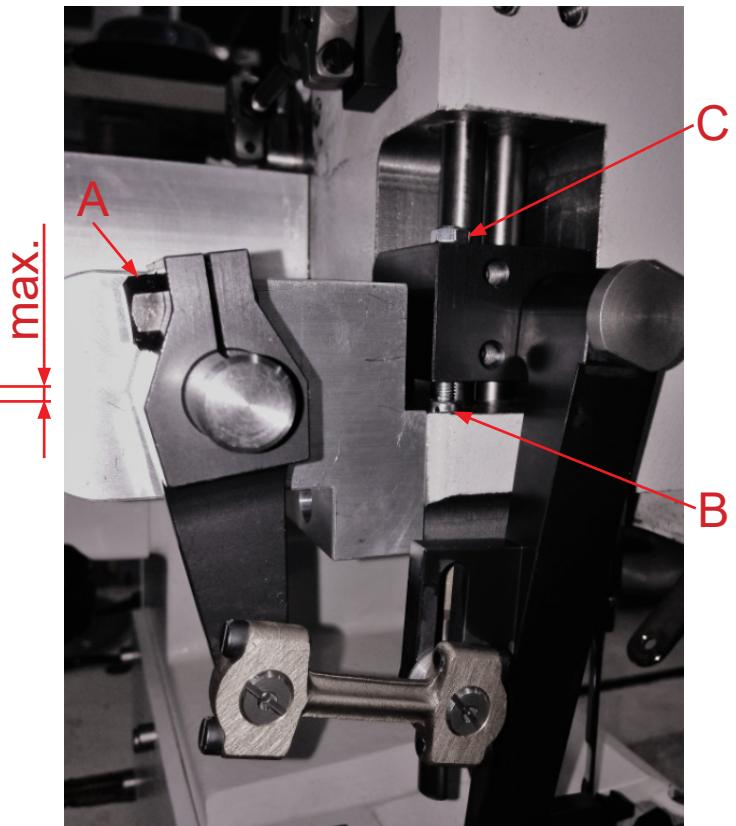

Fig. 2
Loosen screw (A, Fig. 2) and set the teeth of the upper feed intermittently to the middle of the tooth gaps of the lower feed.
Then adjust the height of the upper feed with the setting screw (B, Fig. 2) so low the teeth do not touch.
Lock nut (C, Fig. 2). Slightly tighten screw (A, Fig. 2).
Dazu Schraube (A, Fig. 2) lösen und die Zähne des Obertransports über die Zahnlücken des Untertransports stellen.
Dann die Höhe des Obertransports mit der Stellschraube (B, Fig. 2) so tief stellen, dass sich die Zähne nicht berühren.
Mit Mutter (C, Fig. 2) kontern. Schraube (A, Fig. 2) leicht anziehen.
3. Loosen screw (A, Fig. 2) and set the upper feed to center position of presser foot slots.
3. Schraube (A, Fig. 2) lösen und Obertransport im Drückerfußfenster in Transportrichtung zentrieren.